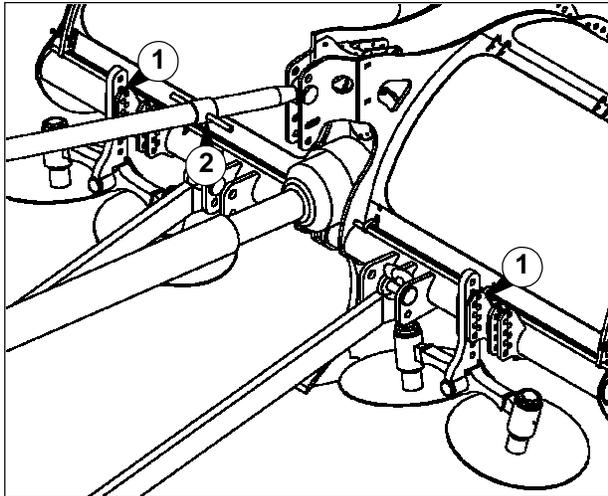

Fig. 12 - Regolazione profondità di lavoro.
- togliere le viti che fissano le due coppie di dischi doppi a bilanciere (1 Fig. 12) e agire sulla vite di registro fino a far collimare i fori per il nuovo posizionamento delle viti di fissaggio;
- agire quindi sulla lunghezza del terzo punto, svitando o avvitando il manicotto di registro del tenditore (2 Fig. 12) fino a che il telaio della macchina non avrà assunto una posizione orizzontale al terreno.